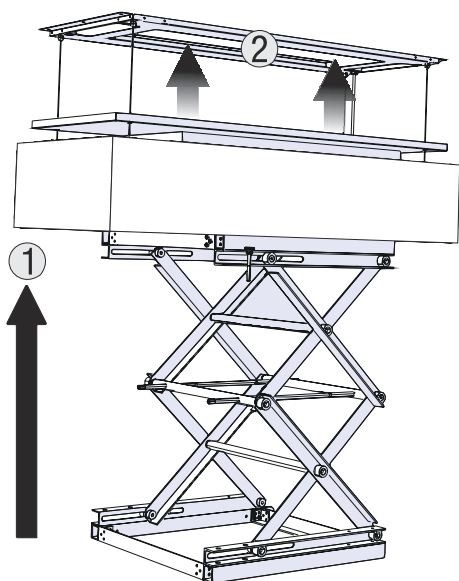

Abb. 22
6. ➔ Montagelift (Sonderzubehör: Artikel-Nr.: YM970.1000.22) unterhalb mittig der Löcher platzieren (Arbeitsfläche und Kochfeld mit Bauschutzmatten abdecken). Für die Montage, Karton mit Ansicht Front nach vorne auf den Montagelift mittig positionieren (Abb. 22).